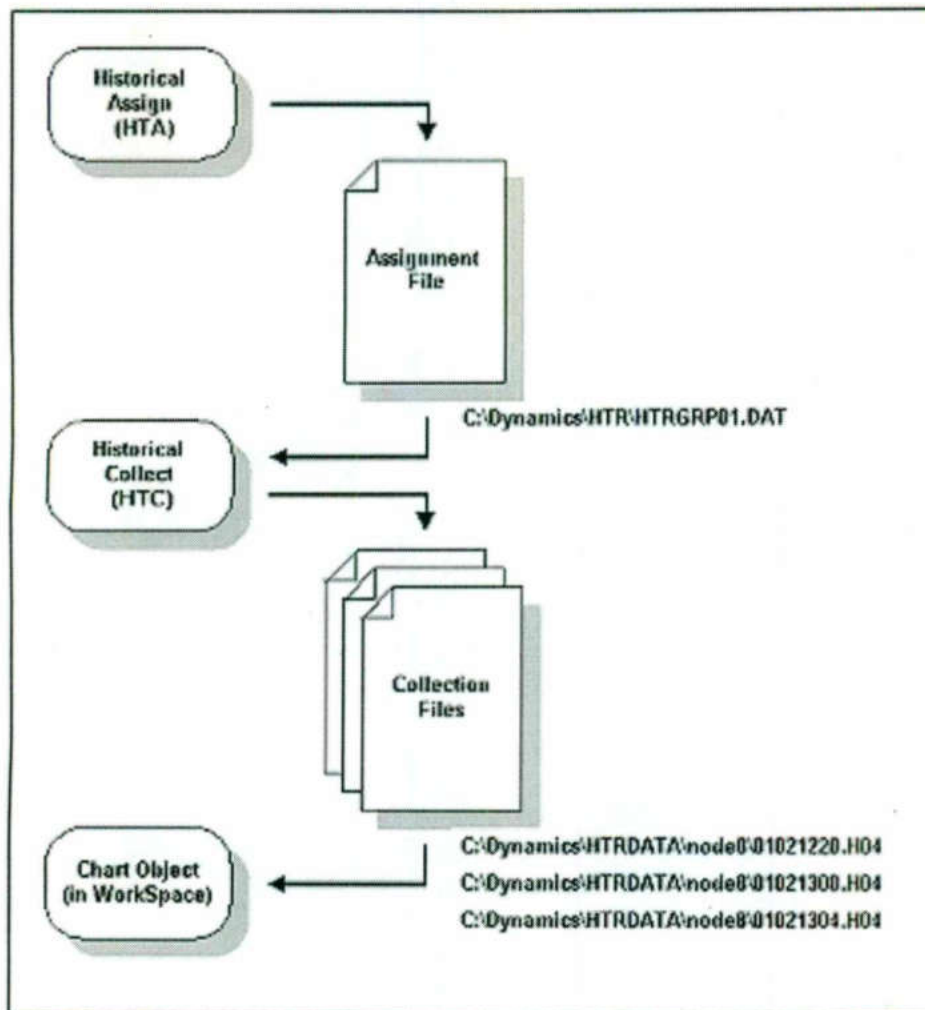

Figura 16-2: Componentes de Historical Trending
- Hay tres pasos para este proceso (vea la figura 16-2)